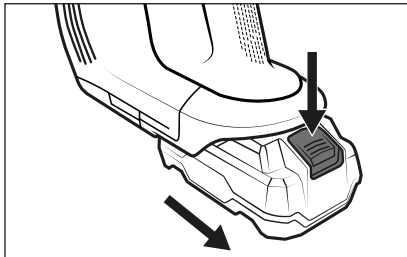

Fig. 13
- ◆ Per rimuovere la batteria dall'apparecchio, tenere premuto il tasto di sblocco batteria e sfilare la batteria dall'apparecchio (vedere fig. 13).